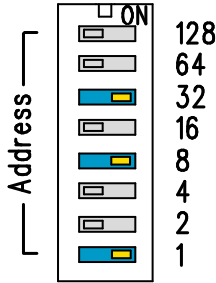

Abbildung 24 Beispiel zum MAC-Adressen-DIP-Schalter
- 4 DIP-Schalter zum Einstellen der MAC-Adresse des Geräts: siehe Abbildung 24 \(Seite 36\)